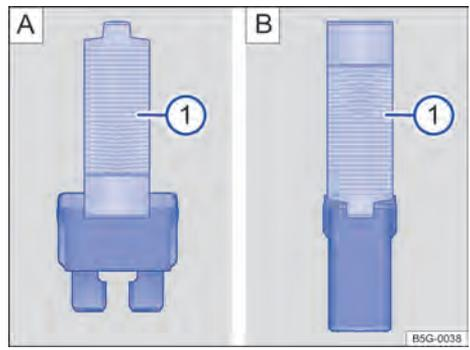

Fig. 138 Extraer o colocar un fusible con las pinzas de plástico (representación esquemática).
1. Dado el caso, retire las pinzas de plástico de la caja de fusibles o de la tapa de la caja de fusibles correspondiente → fig. 138 ①.
2. En función del tipo de fusible, agárrelo introduciendo el lado correspondiente de las pinzas por arriba o lateralmente → fig. 138.
4. Si el fusible se ha fundido, sustitúyalo por uno nuevo del *mismo* amperaje (de igual color y grado) y del *mismo* tamaño → ①.